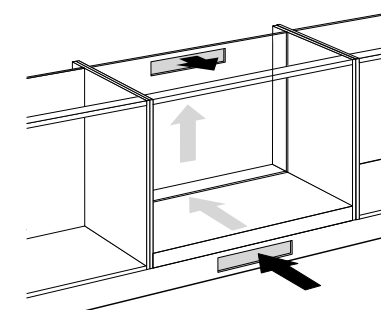

Fig. 2: Ouvertures d'aération
- de placer une grille ayant un passage de 100 cm2 (voir fig. 2), dans la plinthe et à l'arrière de l'armoire de cuisine.